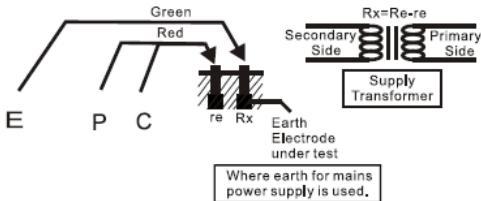

Fig.2
- (1) Este método se recomienda al medir una Resistencia de tierra superior a 10Ω o cuando no es posible conducir picos de tierra auxiliares. Se puede obtener un valor aproximado de resistencia de tierra mediante el sistema de dos cables que se muestra en la Fig. 2.
- (2) Rotar el interruptor de función a la posición de “TENSIÓN DE TIERRA” y presionar para probar. Asegúrese de que la tensión de tierra sea menor a 10V.
- (3) Rote primero el interruptor de función a la posición